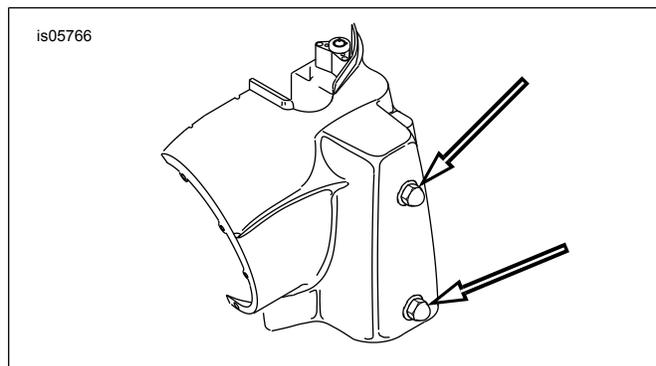

Figura 9. Elementi di fissaggio della gondola del faro anteriore (modelli FLHR)
- Vedere Figura 9 Allentare i due dadi ciechi fissando la metà sinistra della carenatura (vedi frecce). Ripetere sul lato destro della carenatura.